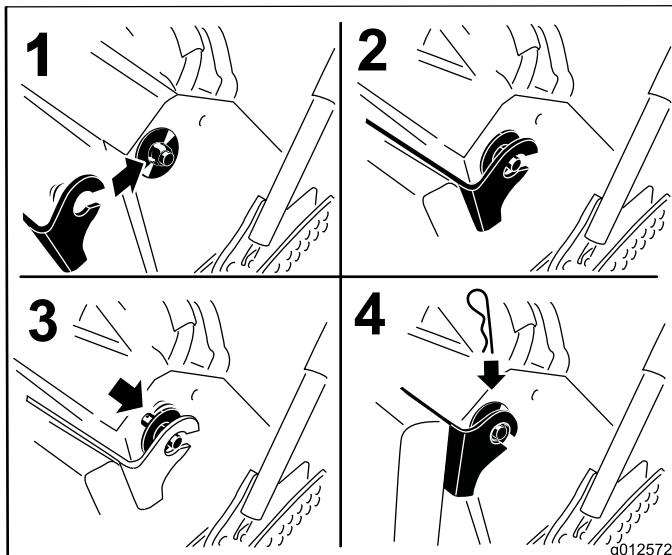

Figura 35
6. Levante el cojín y deslícelo sobre los pasadores en cada lado de la máquina (Figura 35).
7. Introduzca las arandelas grandes con casquillos de plástico en los soportes del cojín y sujetelos con chavetas (Figura 35).